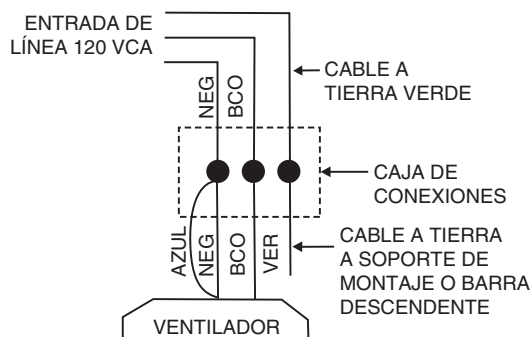

FIGURA 10
1. Conecte el cable de alimentación del ventilador (negro) y el cable de alimentación de luz (azul) al cable de alimentación de color negro de su instalación eléctrica, como se muestra en la figura 10.